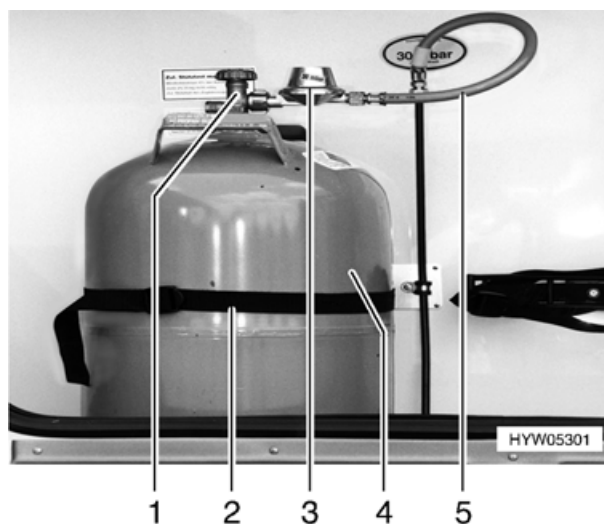

Fig. 32 Vano portabombole
- Chiudere la valvola principale (Fig. 32,1) della bombola del gas (Fig. 32,4). Osservare la direzione della freccia.
- Svitare a mano il regolatore di pressione (Fig. 32,3) del gas, con tubo (Fig. 32,5), dalla bombola del gas (filettatura sinistrorsa).
- Allentare la cinghia di fermo (Fig. 32,2) ed estrarre la bombola del gas.